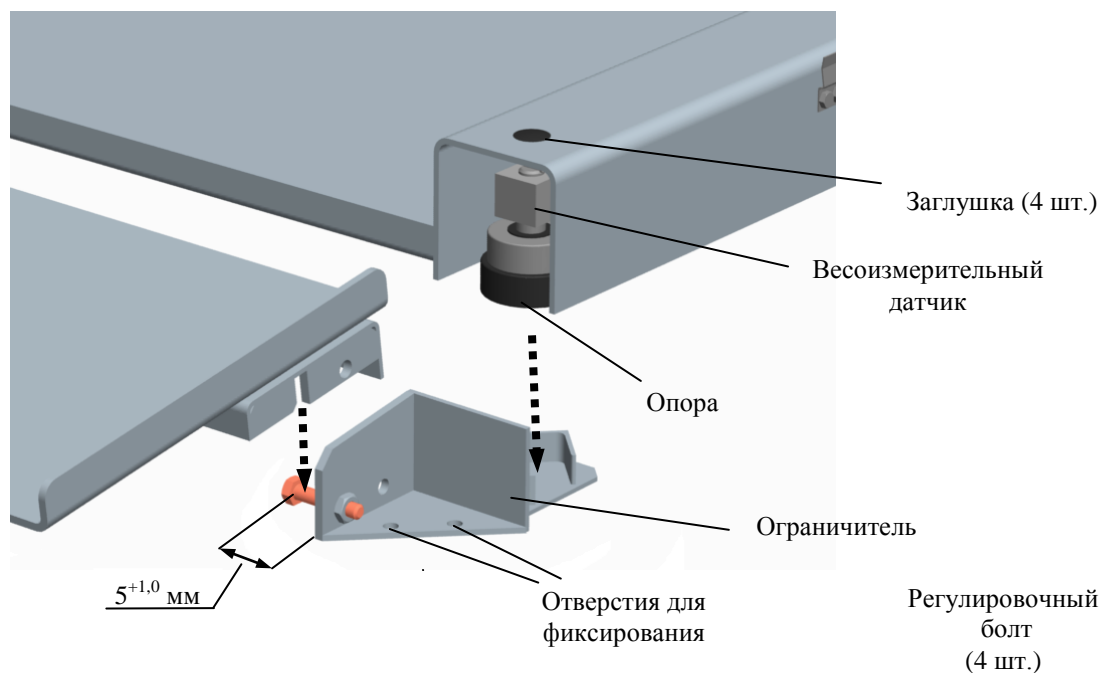

Рис. 5.1 - Сборка модуля
5.4 Поочередно приподнимая каждый из четырех углов платформы, подложить ограничители под опоры датчиков и надеть пандусы (Рис. 5.1).
☞ При необходимости, зафиксировать ограничитель болтами М10 (8 шт.) через отверстия, Рис. 5.1.